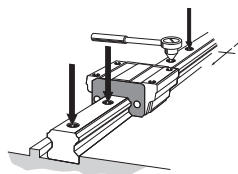

図10 取付ボルト本締め
(4) 取付ボルトをトルクレンチを使用して規定トルクで締付けます。(図10、B1-101 表1、表2参照)